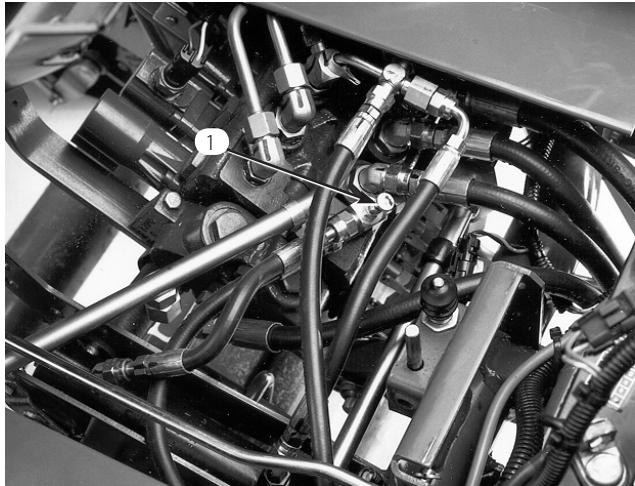

図 50
2. シートスイッチ（図50）のボタンに付いているゴム製カバーを取り；このカバーは新しいスイッチに取り付けるので捨てないでおく。スイッチの電気コネクタを外す。
2. セレクタ・バルブ・セクションのバルブ・バンク・ボンネットに取り付けてあるトラクション・スイッチの端子からコネクタを引き抜く（図50）。
2. バルブ・バンク・ボンネットに取り付けてある芝刈り/昇降スイッチの端子からコネクタを引き抜く（図50）。